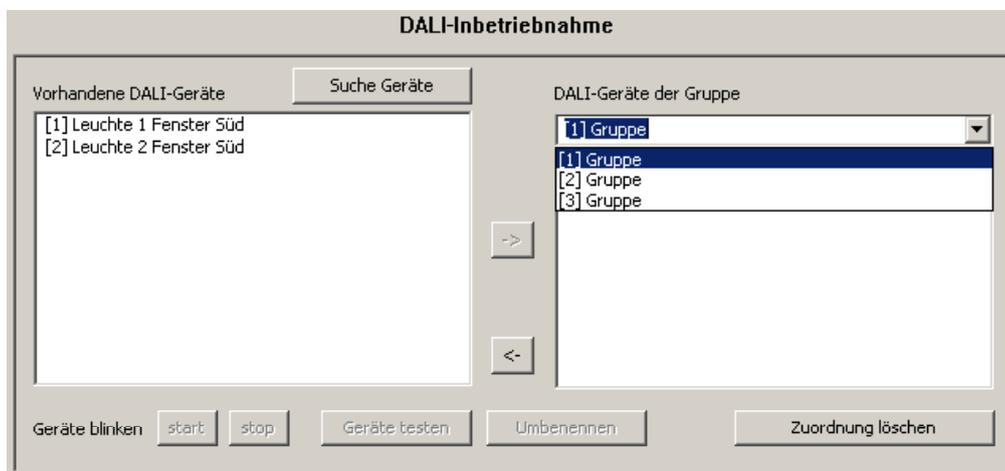

Fig. 39: Sélectionner le groupe
- Dans la partie de droite, sélectionner le groupe requis, auquel des appareils d'éclairage doivent être ajoutés (voir Fig. 39).